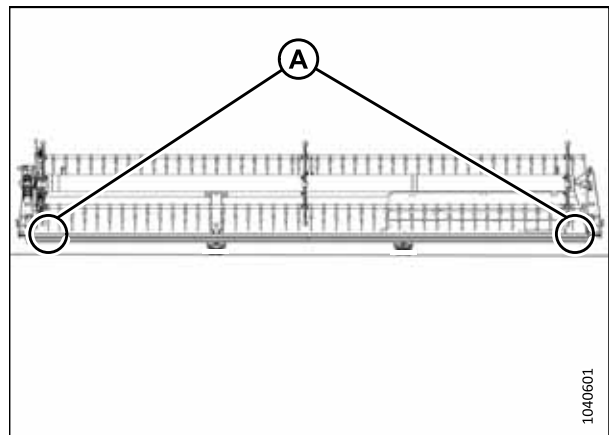

Figure 5.137: Emplacements de mesure du rabatteur unique de la plateforme
- Figure 5.137, page 324 – Plateformes à rabatteur unique